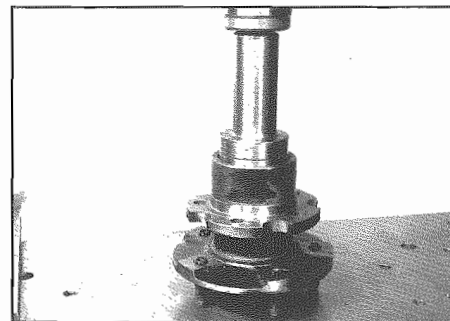

Fig. 10 - Tampone n. 27
- Inserire gli anelli esterni dei cuscinetti con il tampone n. 27 (**Fig. 10**).
- With pad No. 27 (**Fig. 10**) place bearing outer rings.